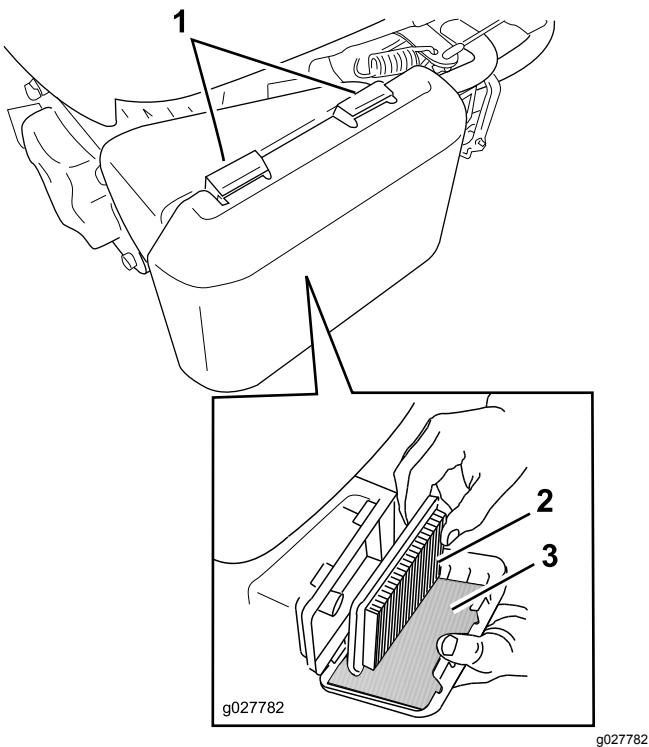

Figura 31
- Presione hacia abajo los cierres de la parte superior de la tapa del filtro de aire (Figura 31).
- Retire el filtro de aire de papel y el pre-filtro de gomaespuma (Figura 31).